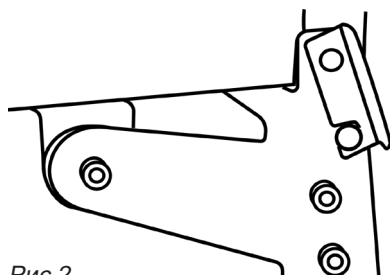

Рис.2
2. Подтяните опору снизу и зафиксируйте её в рабочем положении запорной планкой. Это необходимо сделать с 2 сторон (рис. 2).